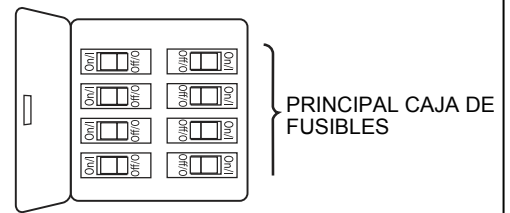

Figura 1
Caja de perfil bajo (Figura 1)
1. Corte el exceso de cable aproximadamente de 15 a 23 cm (6 a 9 pulgadas) por encima de la parte superior del barral. Pele 1,2 cm ($\frac{1}{2}$ ") del aislamiento en cada extremo del cable. (Figura 1)
Para evitar una posible descarga eléctrica, asegúrese de cortar la alimentación eléctrica de la caja de fusibles principal antes de colgar el ventilador. (Figura 1)
Para evitar una posible descarga eléctrica, asegúrese de cortar la alimentación eléctrica de la caja de fusibles principal antes de alambrao el ventilador. (Figura 1)
1. Retire uno de los dos tornillos de reborde de la abrazadera para colgar. Afloje el segundo tornillo de reborde sin retirarlo del todo. Ensamble la base girando el chavetero de la base sobre el tornillo de reborde de la abrazadera para colgar. Ajuste el tornillo de reborde. Ensamble por completo el segundo tornillo de reborde que antes había retirado y ajústelo. (Figura 1)
1. Asegure las tres palas usando los 20 tornillos de 1/4" con arandelas planas en la placa de las palas a través de los orificios ubicados en la parte inferior del motor. (Figura 1)